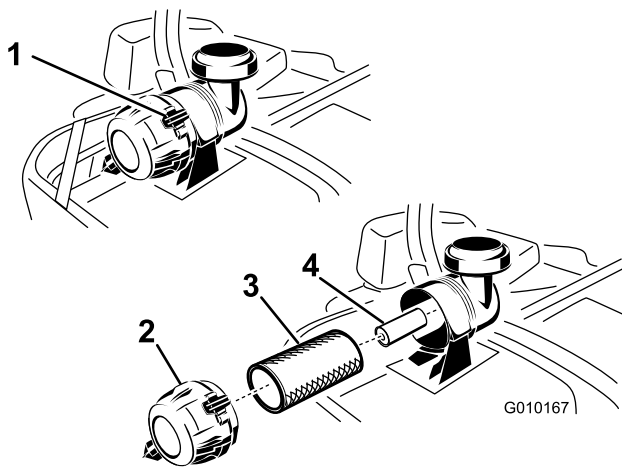

Figura 45
3. Premete verso il basso per rilasciare i dispositivi di fermo sul filtro dell'aria e togliete il coperchio dal corpo del filtro (Figura 45).
5. Estraete con cautela il filtro primario dal corpo del filtro dell'aria (Figura 45). Non urtate il filtro contro il corpo.
1. Non pulite il filtro primario di carta, sostituitelo (Figura 45).
2. Se sostituite il filtro secondario, inseritelo con cautela nel corpo del filtro (Figura 45).
3. Montate con cautela il filtro primario sul filtro secondario (Figura 45). Premete sul bordo esterno del filtro mentre lo inserite, per accertarvi che venga inserito a fondo.
di fermo bloccino il coperchio nella corretta posizione (Figura 45).